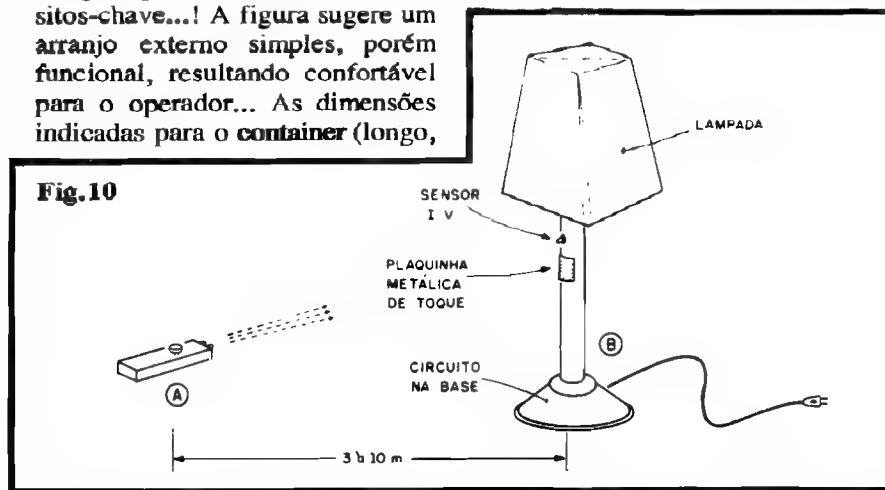

Fig.10
- FIG. 10 - EXEMPLO DE APLICAÇÃO DO DICOR - O DIMMER DE CONTROLE REMOTO, por todas as razões e motivos, foi inventado para agradar os... folgados... Daí a sugestão da figura constituir uma das suas mais típicas aplicações: o controle distante da luminosidade de um abajur (pode ser desde um pequeno, de mesa, até aqueles enormes, de pé, usados também como - duvidosos - elementos de "decoração"...). No ambiente em que se assiste televisão é comum manter-se um "troço" desses, já que é visualmente confortável desligar-se a iluminação de teto, acionando a luz mais suave do abajur... No caso, o circuito do módulo "B" poderá ser embutido na base do dito abajur, ficando o foto-sensor infra-vermelho eventualmente no "pescoço" da coisa... Na própria base (ou mesmo no "pescoço"...) poderá ficar a plaquinha ou superfície metálica de acionamento opcional por toque... Ligação à C.A. será feita pelo "rabicho" original do abajur, cujas ligações internas, obviamente serão redirecionadas conforme indica a figura 8... A lâmpada original da luminária passa - certamente - a ser controlada pelo circuito (via pontos "L-L" da placa...). Com tal arranjo, o operador poderá acionar o sistema (usando nas mãos o módulo "A"...) a partir de distâncias que vão - tipicamente - de 3 a 10 metros (o alcance final efetivo dependerá muito das condições de reflexão